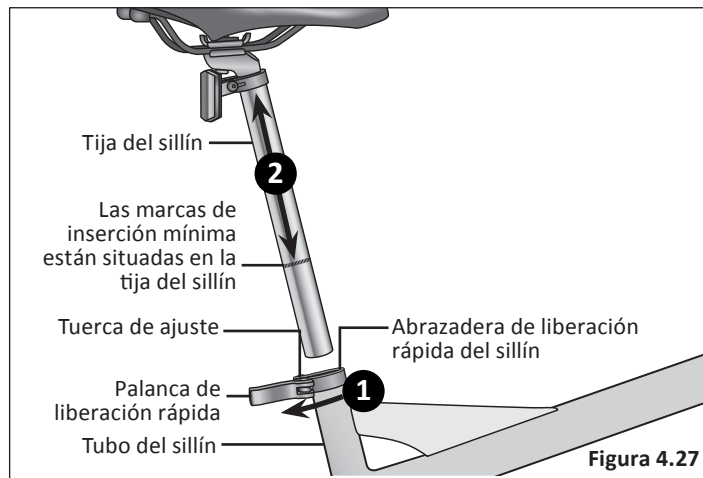

Figura 4.27
- 1 Desbloquee la palanca de liberación rápida. **Figura 4.27**